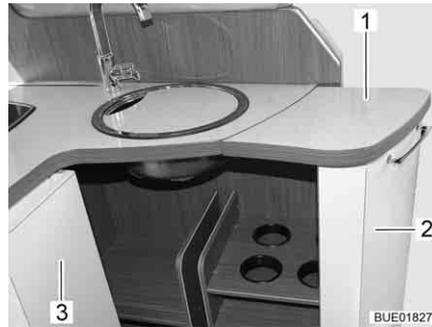

Fig. 132 Plan de travail, étendu
- Faire sortir la rallonge (Fig. 132,2).
- Ouvrir la porte (Fig. 132,3).
- Placer l'extension du plan de travail (Fig. 132,1) sur la rallonge.